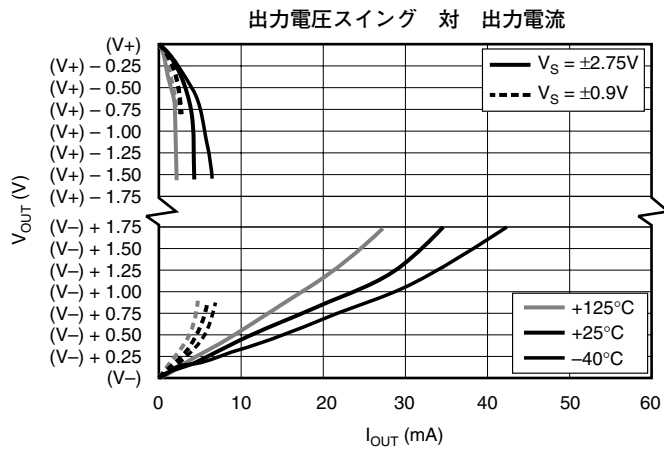

図 29
(4) 外部抵抗 R_G の影響は含めていません。
(5) 出力電圧スイング対出力電流の代表的特性曲線(図29)を参照してください。
INA333は、+1.8V～+5.5Vの単電源で動作できます。図35に、基本的な単電源回路を示します。出力REFピンは、電源の中間電位に接続します。差動入力電圧がゼロの場合、出力電圧は電源中間電位となる必要があります。図に示すように負荷がグランド基準の場合、実際の出力電圧スイングはグランドから約50mV以上に制限されます。出力電圧スイング対出力電流の代表的特性曲線 (図29) に、出力電流によって出力電圧スイングがどのように変化するかが示されています。